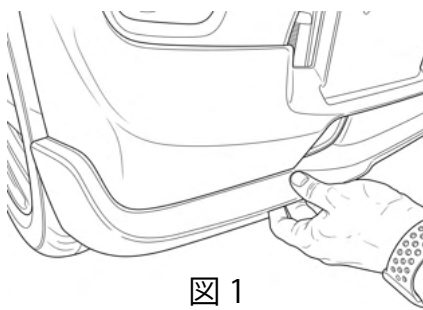

図1
1. ナンバープレートを外した状態にて製品を被せるように仮当てします。(図1)